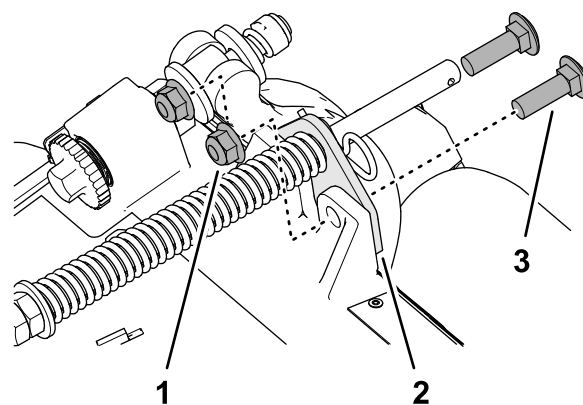

Figura 8
2. Îndepărtați cele 2 contrapiulie cu guler ($\frac{3}{8}$ ") i cele 2 uruburi de fixare ($\frac{3}{8}$ " x $1\frac{1}{4}$ ") care fixează suportul de compensare pentru gazon pe cadrul unității de tăiere (Figura 8).